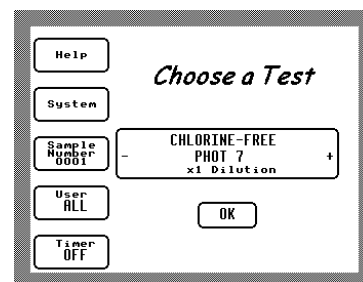

图 3 – 主界面
仪器的开关位于底盘后部右手边，按下开关，直至仪器发生蜂鸣声后再松开开关。在完成初始化诊断之后，屏幕会显示主界面。： - 见 图 3 :-
- 点击 **+** 和 **-** 图标来选择程序编号（见 图 3）或